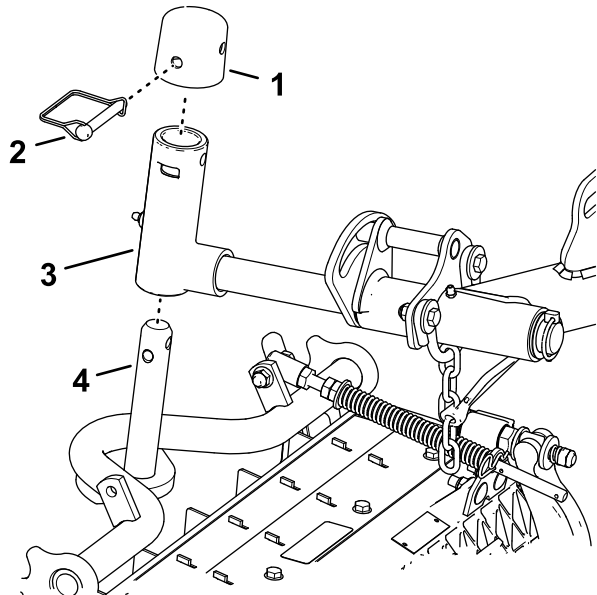

Figura 17
1. Glisai o unitate de tăiere sub braul de ridicare (Figura 17).
**Blocarea pivotului unității de tăiere pentru tăierea ierbii în rampă-** Blocați pivoii unității de tăiere pentru a preveni rotirea unităților de tăiere în pantă, atunci când tăiați iarba într-o zonă deluroasă. Folosiți orificiul de pe furca pivotului (Figura 17), pentru a bloca unitatea de tăiere. Folosiți fanta pentru o unitate de tăiere cu sistem de direcție.